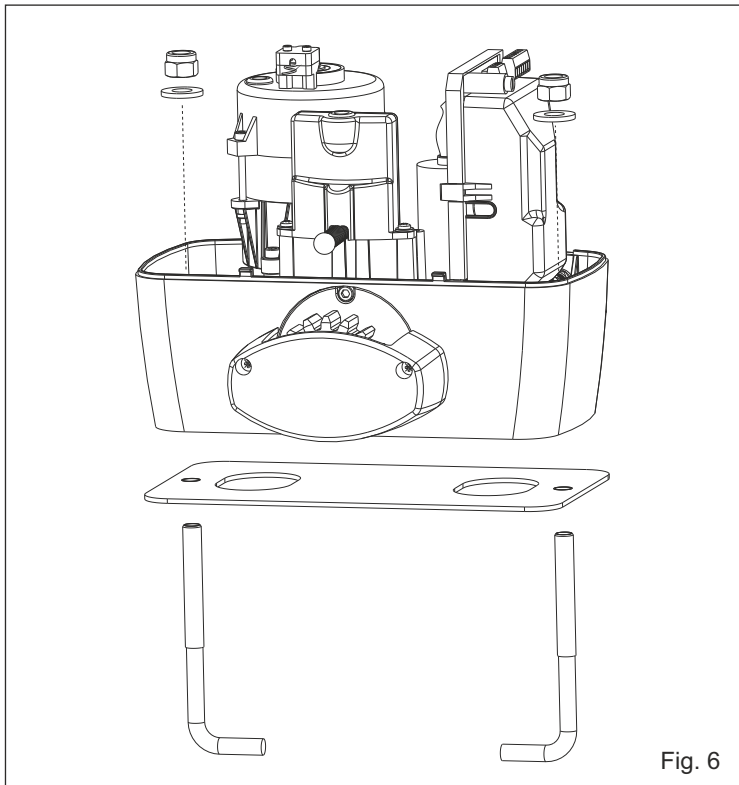

Fig. 6
4.2. Fijar el motoreductor a la placa de cimentación mediante los dos dados en dotacion regulando la posición lateral (Fig. 6) para respetar las medidas citadas en la figura (Fig. 3).